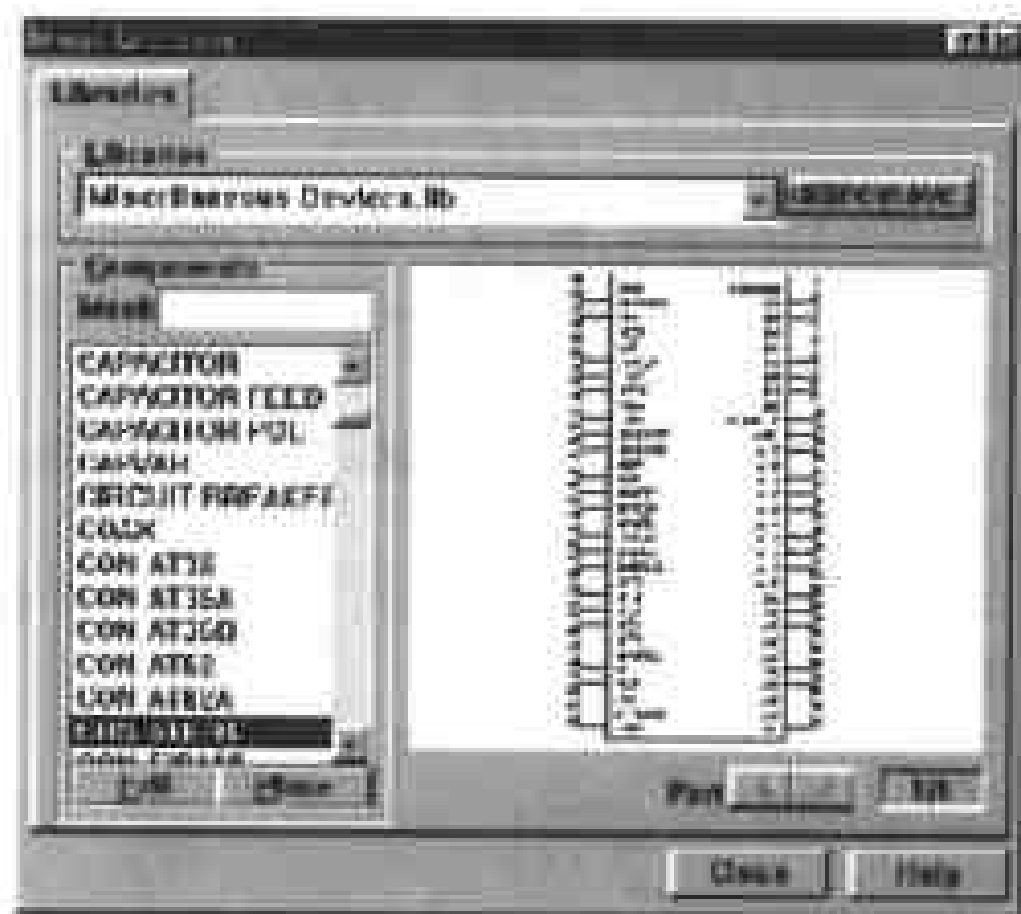
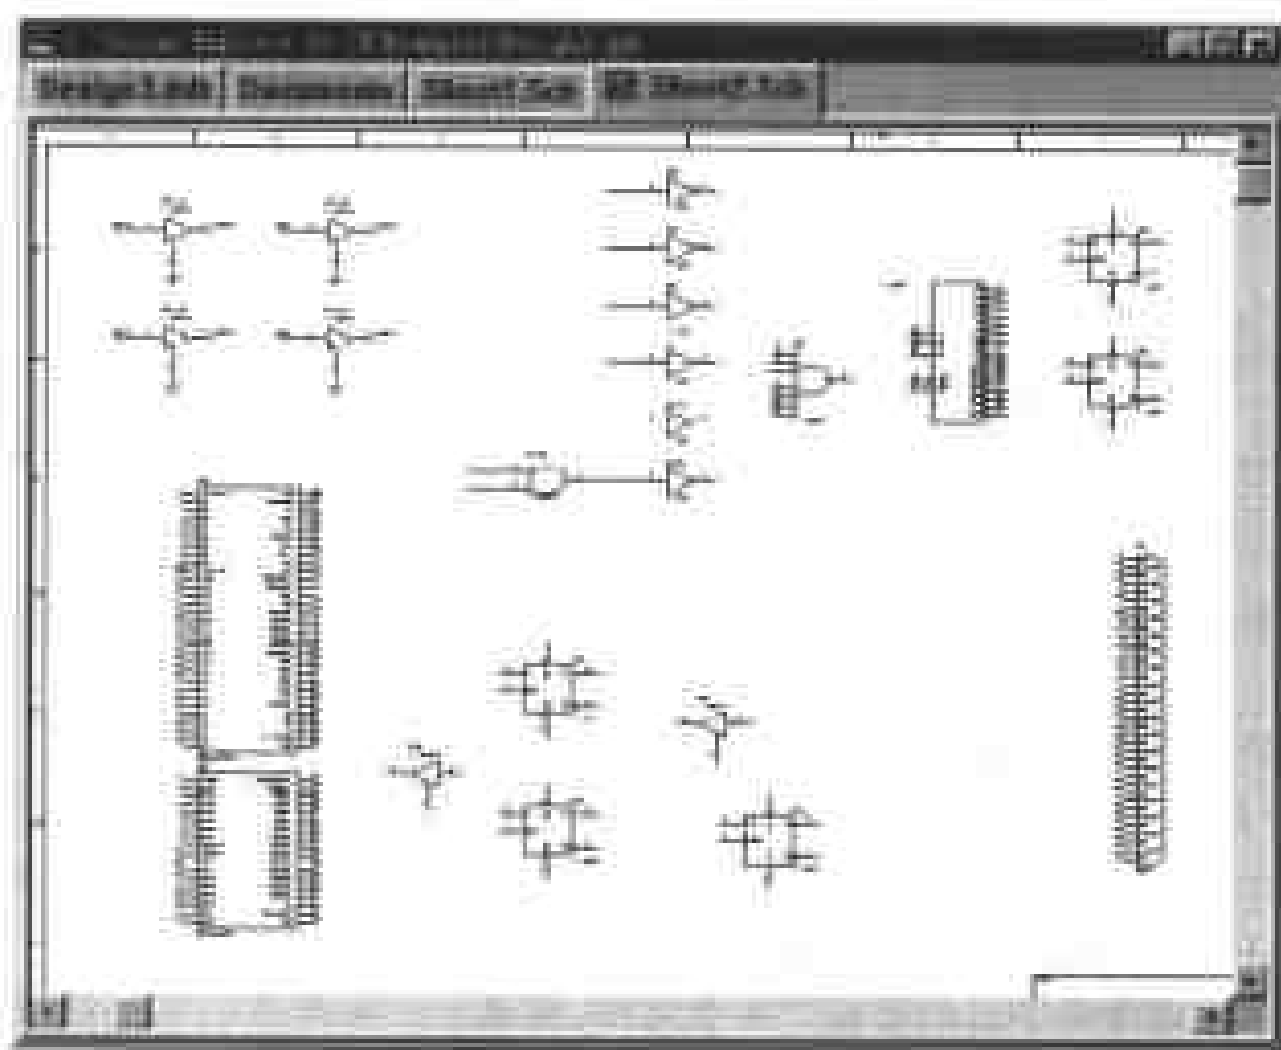

图 4-18 选择元件的对话框
图 4-19 在图纸中放置所需的元件
(1) 在工作窗口左边的浏览器窗口中单击 Browse Sch 标签,显示出原理图浏览器窗口,单击其顶部的下拉列表框,从弹出的下拉列表中选择 Libraries,在下面的列表框中显示库文件。
(2) 单击库文件列表框底部的 Browse 命令按钮,弹出如图 4-18 所示的对话框,在对话框顶部单击 Add/Remove 命令按钮,然后在弹出的对话框中将所需要的库文件添加到原理图编辑器中。
(3) 单击 Libraries 选项的下拉列表框,在弹出的下拉列表中选择适当的库文件。在 Components 选区的列表框中显示出了所选的库文件中包含的元件,在列表框中单击所需要的元件,则立即在预览框中显示出此元件的示意图。
(4) 单击列表框底部的 Place 命令按钮,回到工作窗口中,此时鼠标箭头变为十字光标,在图纸中移动十字光标,在适当的位置单击,将元件放置在图纸中。
(5) 重复以上步骤,在图纸中放置所需的其他元件,得到如图 4-19 所示的效果。
注意:除了使用图 4-18 所示的对话框以外,用户还可以直接在原理图浏览器窗口中